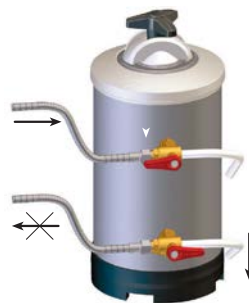

Рисунок 3
- **RIGENERAZIONE PERIODICA** (fig. 3)
**• ПЛАНОВАЯ РЕГЕНЕРАЦИЯ (рис. 3)**